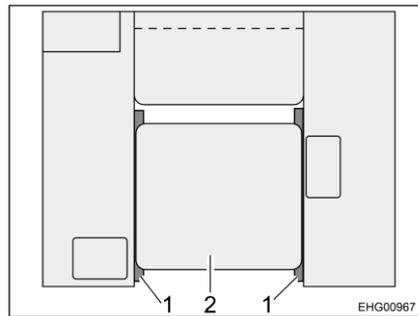

Fig. 66 Disposición de los muebles del grupo de asientos trasero
- Bajar la mesa hasta que el tablero de la mesa (Fig. 66,2) esté apoyada sobre las barras de apoyo (Fig. 66,1) de los dos bancos laterales (es posible que para ello tengan que quitarse los cojines de asiento).